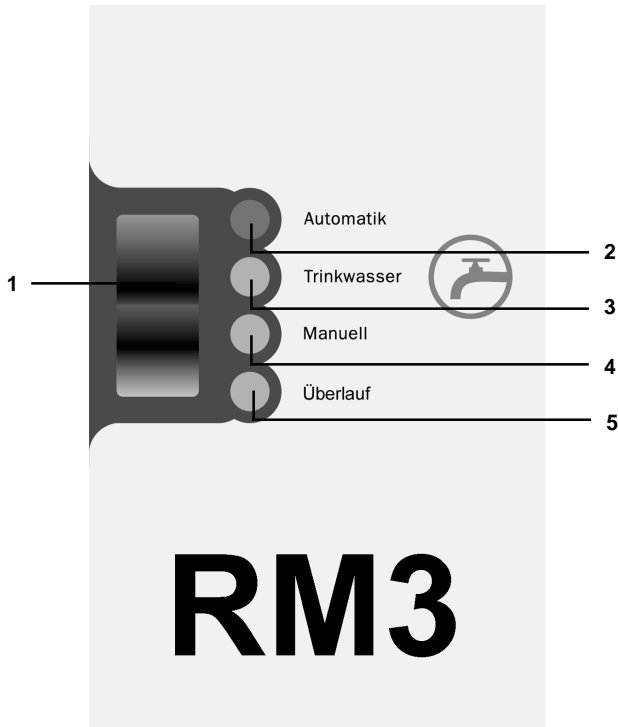

Bild 2
1.5 Kontrollelement RM3 (Siehe Bild 2)
- **Wippschalter (1)**